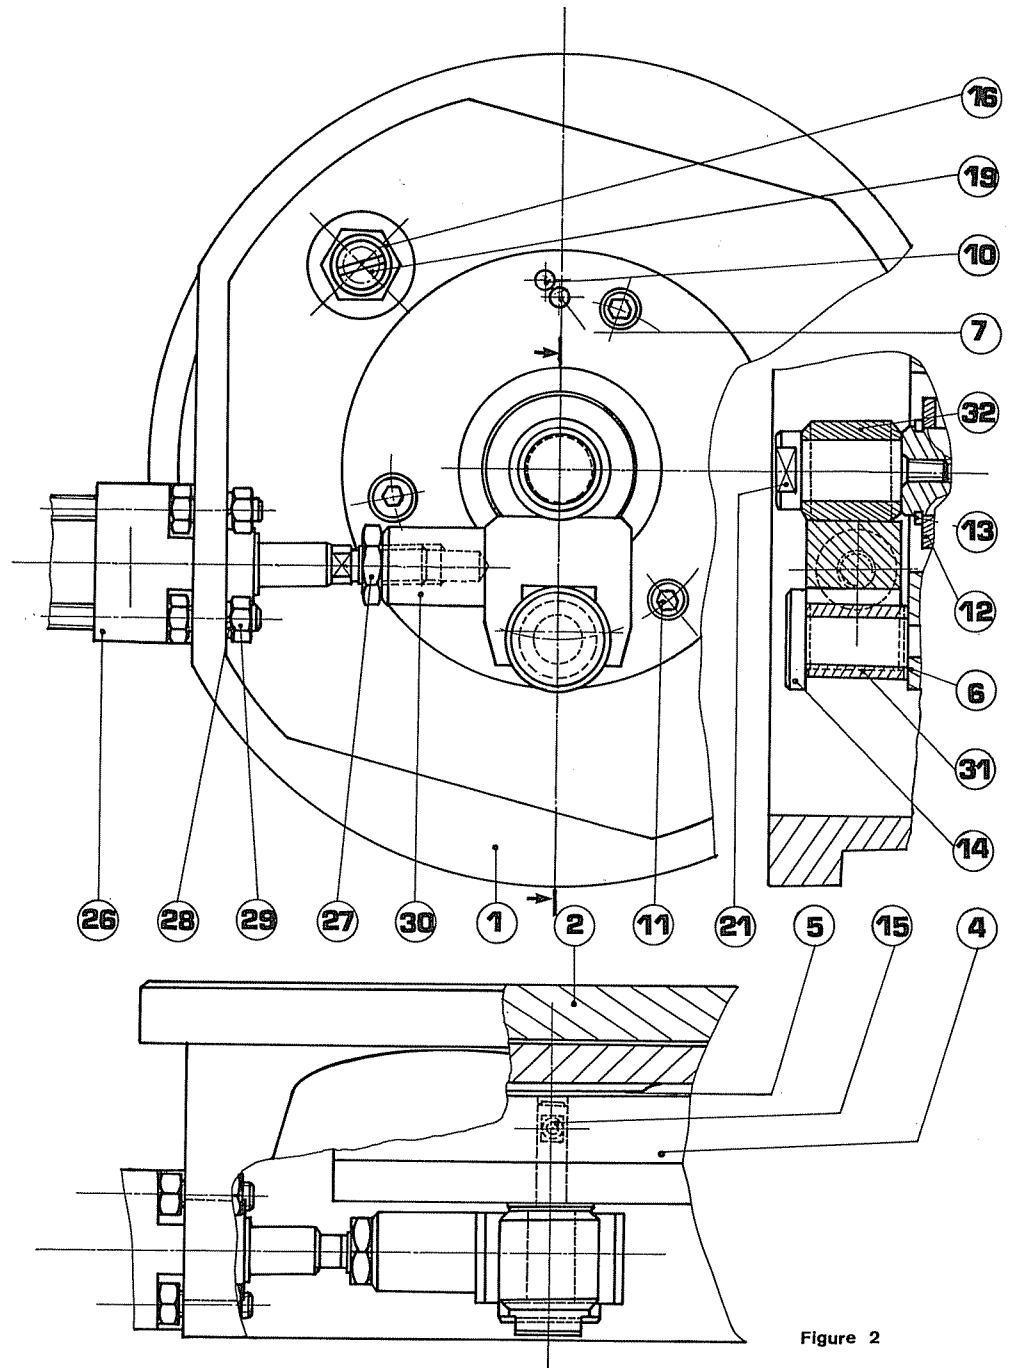

Figure 2
■ Sur la figure 2, la commande d'indexage pneumatique n'est pas représentée. Il ne faut pas tenir compte de ce mécanisme pour répondre au questionnaire.